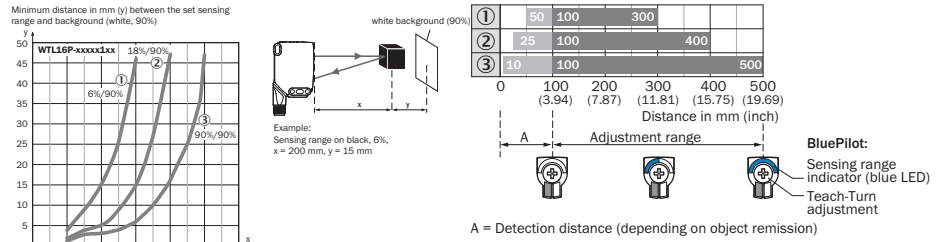
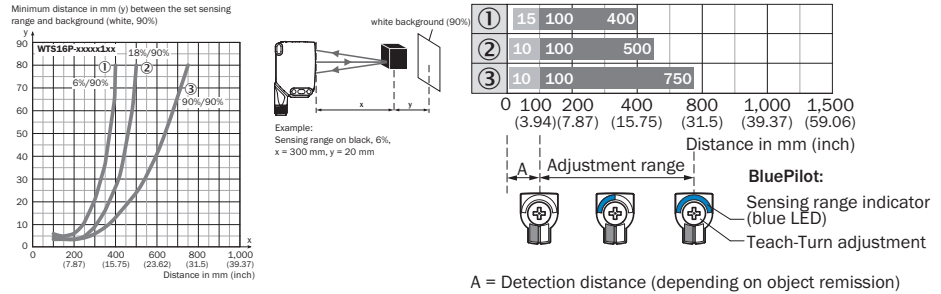

Figura 44: Curva característica 1, WTL16P-xxxx1xx, luz vermelha
Figura 45: Curva característica 1, WTS16P-xxxx1xx, luz vermelha
Verificar as condições de uso: equiparar a distância de comutação e distância até o objeto ou plano de fundo, bem como o poder de luminescência do objeto, com o respectivo diagrama [ver figura 44, figura 45] (x = distância de comutação, y = distância mínima entre a distância de comutação ajustada e o plano de fundo (branco 90%)). Luminescência: 6% = preto ①, 18% = cinza ②, 90% = branco ③ (com base no padrão branco da norma DIN 5033). Recomendamos realizar o ajuste com um objeto de baixa luminescência.
A distância mínima ($=y$) para a supressão do fundo pode ser determinada a partir do gráfico [figura 44 ①] do seguinte modo: